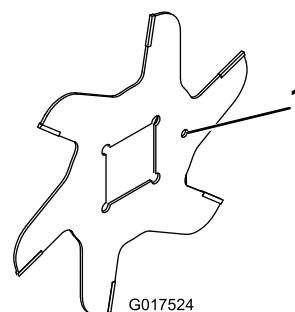

Figura 12
1. Montate una lama (Figura 12).
4. Montate la lama successiva ruotata in senso orario in modo tale che il foro di riferimento (Figura 12) non sia allineato al foro della prima lama, bensì sia spostato di un lato sulla sezione quadrata dell'albero.